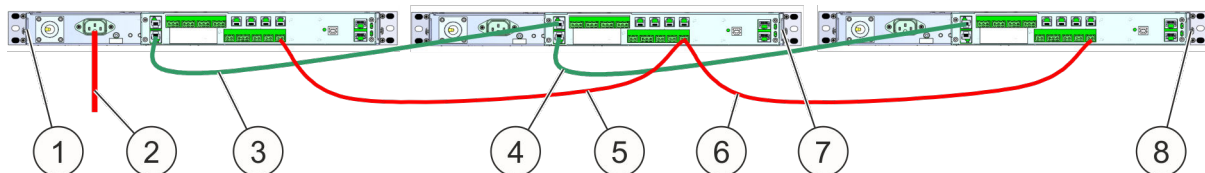

Abb. 54: Energieversorgung und Datenleitung
1. ➤ Netzversorgung (Abb. 54/2) von 100 – 240 V AC am Master (Abb. 54/1) anschließen.
2. ➤ Spannungsversorgung (Abb. 54/5) zwischen Master und erstem Slave (Abb. 54/7) herstellen. Siehe auch ↪ Kapitel 3.3.7 „Spannungsversorgung“ auf Seite 29.
3. ➤ Spannungsversorgung (Abb. 54/6) zwischen erstem Slave und nächstem Slave (Abb. 54/8) herstellen.
5. ➔ CAN-Bus-Verbindungskabel (Master/Slave) (Abb. 54/3) zwischen Master und erstem Slave anschließen.
6. ➔ CAN-Bus-Verbindungskabel (Master/Slave) (Abb. 54/4) zwischen erstem Slave und nächstem Slave anschließen.